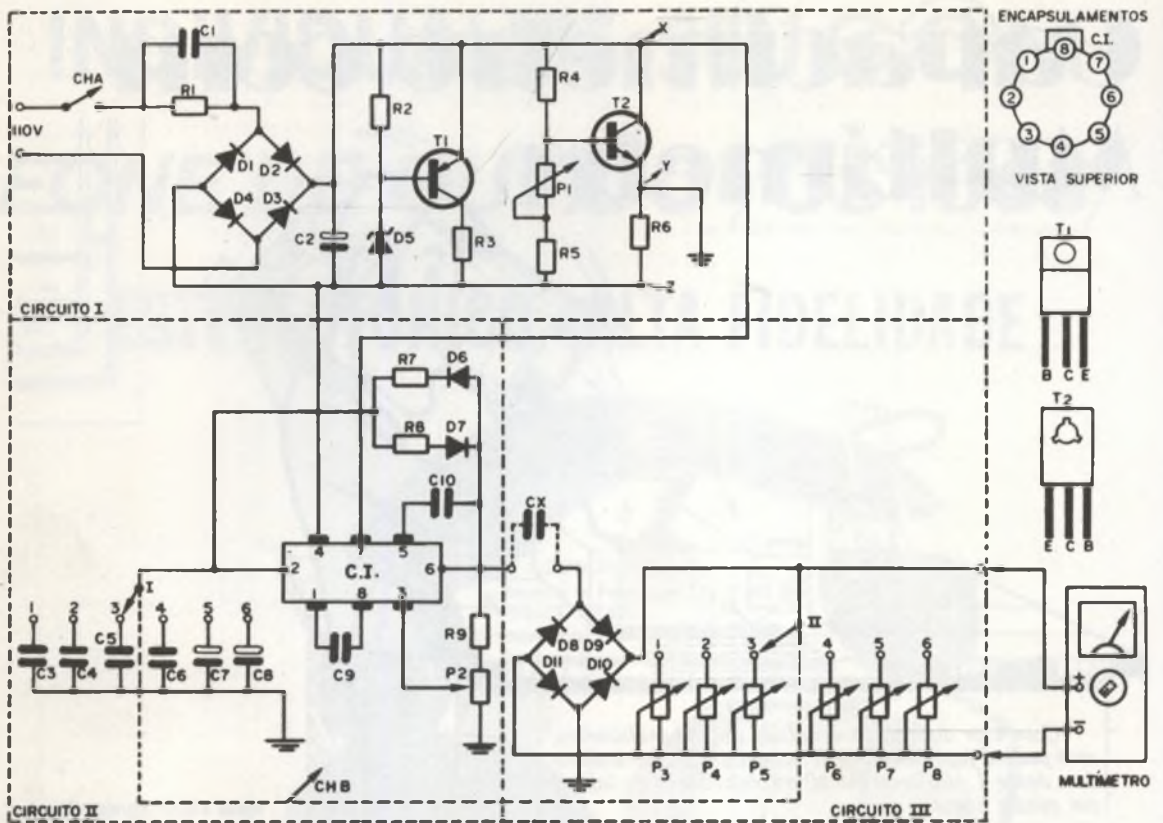

Figura 2- Diagrama esquemático completo do medidor de capacitores.
O diagrama esquemático completo do CAPACÍMETRO COM MULTÍMETRO é mostrado na figura 2. Foi subdividido em circuito I, II e III para que se faça uma descrição mais breve e elucidativa.
2) Ligue o aparelho através de ChA e em seguida meça com seu multímetro as tensões entre os pontos X e Z (indicados no esquema da figura 2). A ponta de prova vermelha (positiva) deve ser colocada no ponto X e a preta (negativa) no ponto Z. A tensão que o multímetro indicar deverá estar em torno dos 29,6 V. O valor não precisa ser exatamente este, pois ele varia muito em função dos componentes usados em D5 e R2. O que realmente importa é que a tensão entre Y e Z seja exatamente a metade de X-Z. Para isto, coloque a ponta de prova vermelha no terminal Y e a preta no Z e ajuste P1 até conseguir o valor desejado.
6) Repita o mesmo processo do item 4 para as outras posições de ChB conectando sempre os capacitores adequados no CAPACÍMETRO e ajustando os respectivos "trim-pots" para a deflexão de fim de escala.